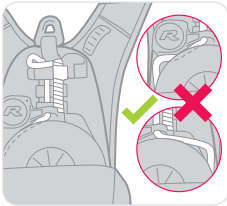

Abbildung 6
- Überprüfen Sie, dass das Abseil-Seil zwischen Trommel und Gestell nicht schlaff ist (siehe Abbildung 6). Wenn das Seil schlaff ist, muss das Latchways PRD sofort außer Betrieb genommen werden und an Latchways oder einen autorisierten Händler zurückgeschickt werden.